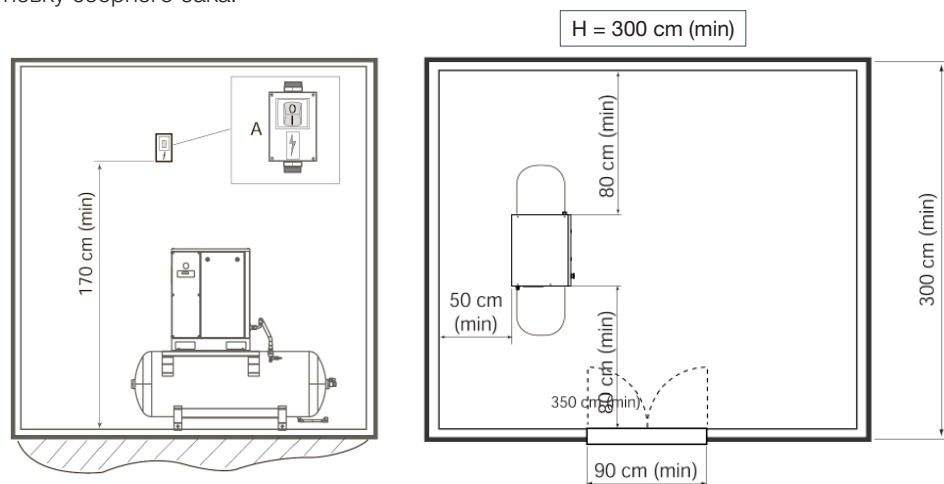

Рис. 2.1 Монтаж
• Компрессорная установка серий FSK, FSKR, FSKD может быть установлена на любой ровной поверхности способной выдерживать ее вес и достаточно жесткой для рамы компрессора. Также требуется выравнивание и центровка компрессора. Поверхность пола должна быть влагостойкой, чтобы выдерживать протечки жидкости, которые могут привести к коррозии и ожогам. Никакой нагрузки на трубопровод не должно передаваться компрессору с помощью внешних соединений. Подходящее помещение и расположение показаны на рис. 2.1.